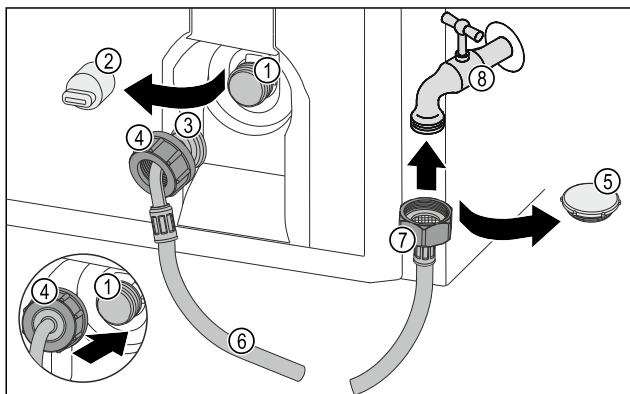

Fig. 47
- Rimuovere il coperchio di chiusura Fig. 47 (5).
- Posizionare l'estremità del flessibile dritta Fig. 47 (7) sul rubinetto dell'acqua Fig. 47 (8).
- Stringere in senso orario sull'estremità del flessibile dritta Fig. 47 (7) in senso orario.